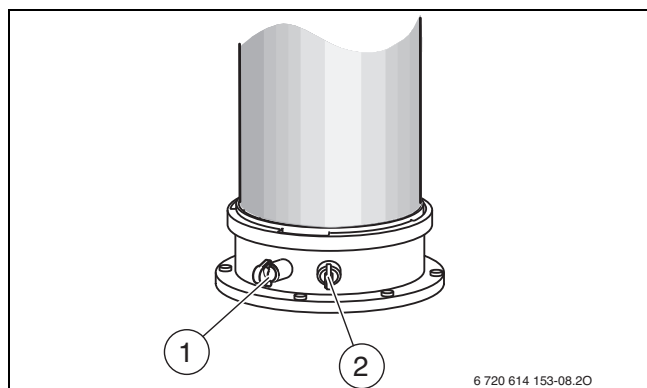

Fig. 40 Ponto de medição de gases queimados e ponto de medição do ar de combustão
- ▶ Remover tampão do ponto de medição de gases queimados[1] (→ fig. 40).